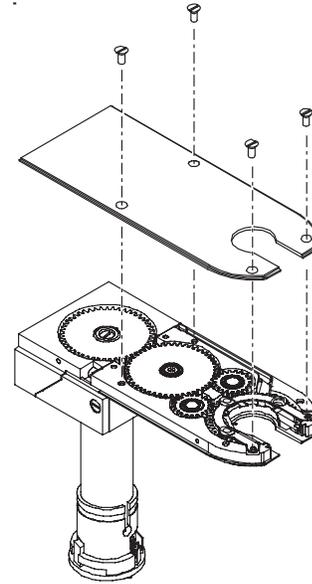

図 54：サイド・カバー（ブラシ側）を取り付ける
7. 4本のプラスチック製マイナス・ネジを差し込み、サイド・カバー（ブラシ側）を固定します。図 54 をご参照ください。